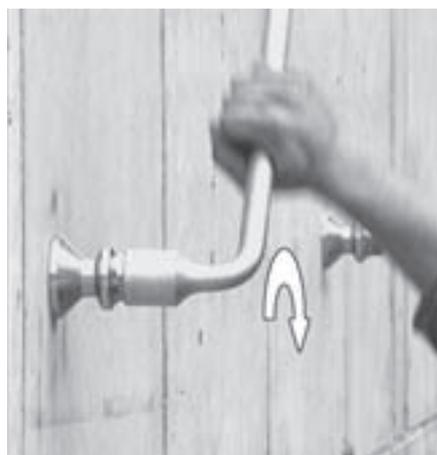

Fig. B1.18
4. Apertar firmemente o parafuso com chave de caixa SW36. (Fig. B1.18)